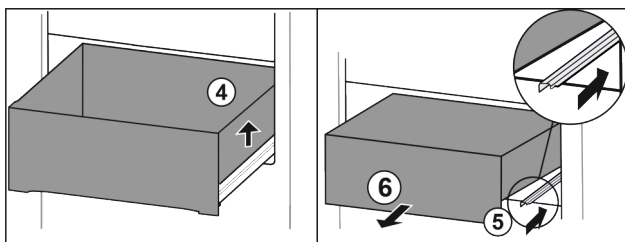

Fig. 23
- Sollevare il cassetto a destra. Fig. 23 (4)
- Inserire la guida destra. Fig. 23 (5)
- Rimuovere il cassetto tirandolo in avanti. Fig. 23 (6)